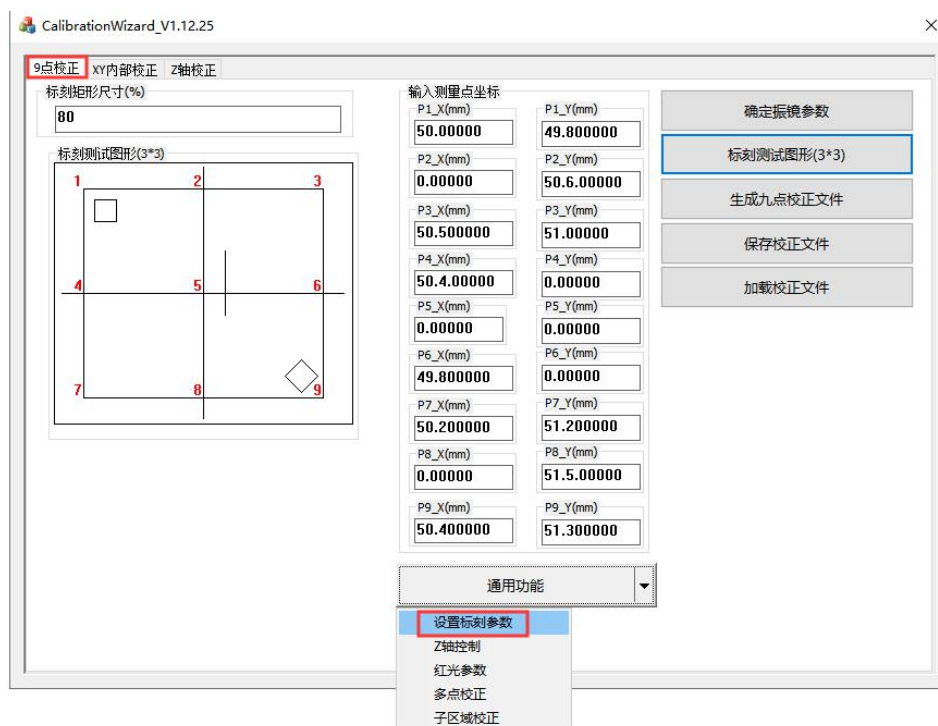

图 3
3. 确认激光器参数，点击 **设置标刻参数** 如图 3 所示